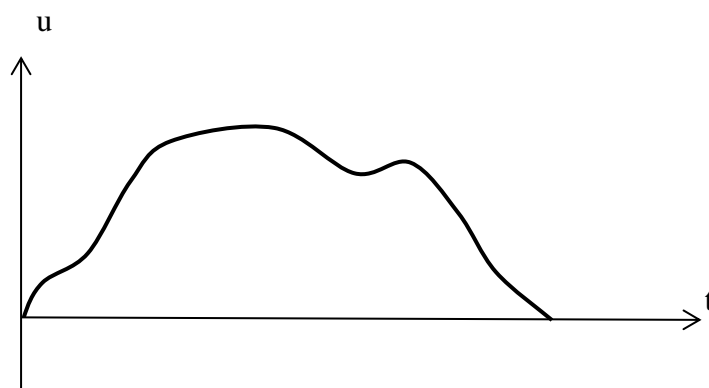

Рисунок 6 – Аналоговый сигнал
Аналоговый сигнал – это сигнал, который является непрерывной функцией времени (рисунок 6).
- 10.Рисунок 6 – Осциллограмма выходного напряжения двухполупериодного выпрямителя